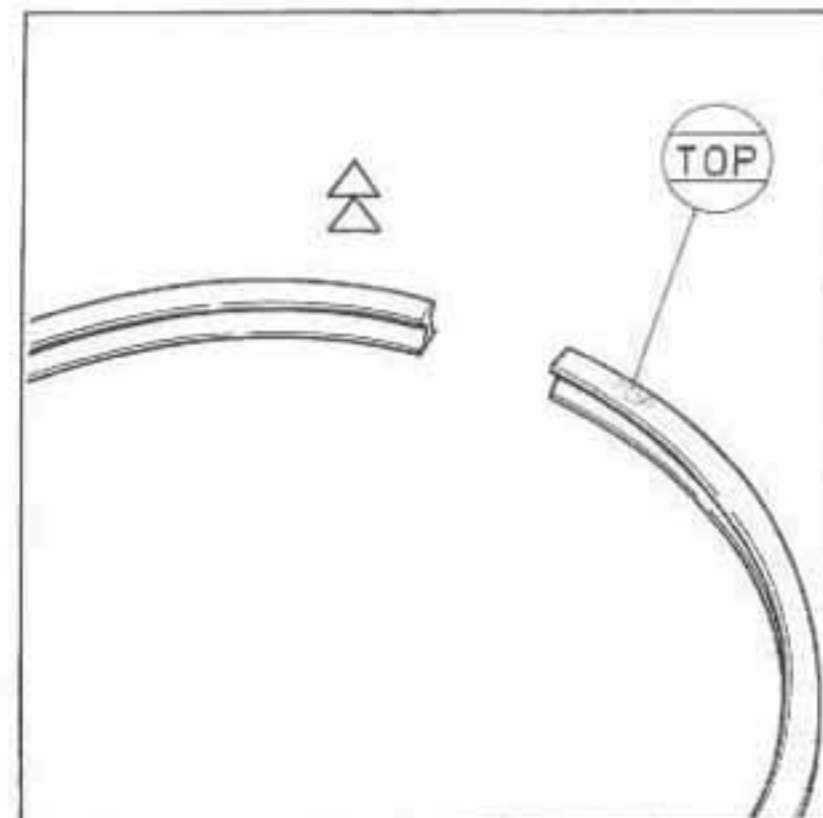

Fig. 49
**Attenzione** - Prima del montaggio del pistone sulla biella, durante il rimontaggio del motore, controllare attentamente che la scritta "TOP" praticata sui segmenti sia rivolta verso l'alto (fig. 49).
**Warning** - Before fitting the piston on the connecting rod, during engine rebuild, carefully check that the rings are installed in their grooves with the word "TOP" (etched on one face of each ring) facing upwards (fig. 49).